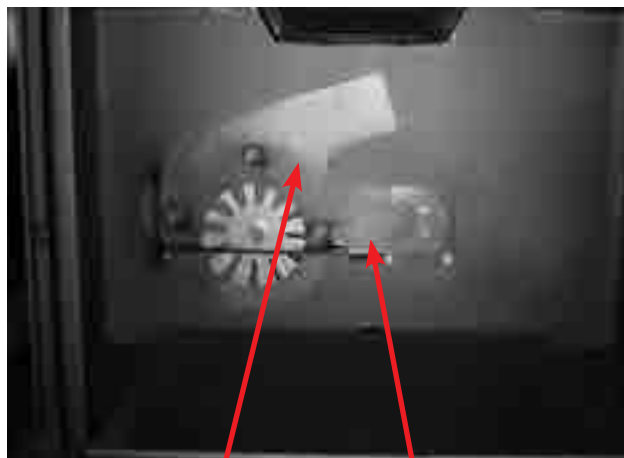
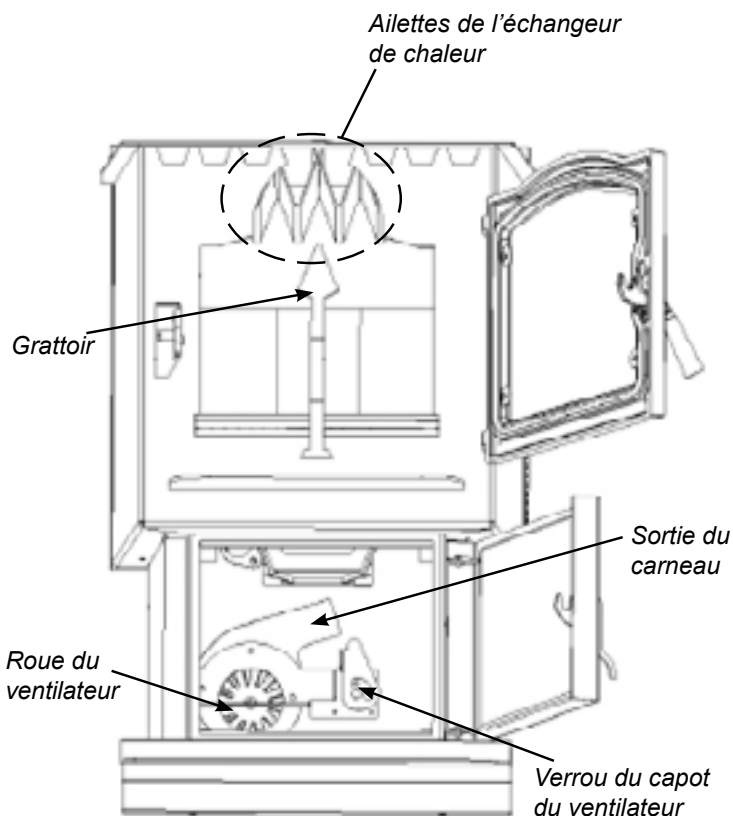

Fig. 26
Fig. 27
2. Nettoyez l'échangeur de chaleur avec un grattoir, comme illustré sur la figure 27.
7. Enlevez le capot du ventilateur de tirage. Pour ce faire, tournez verticalement le verrou qui le maintient en place (voir figure 26). Ensuite, faites glisser le capot hors de la rainure de gauche. Vous découvrirez ainsi la roue du ventilateur et la sortie du conduit de fumée (voir figure 27).
9. Utilisez une brosse pour nettoyer le carneau, en veillant à ne pas endommager la sonde ESP (voir figure 30). Le carneau va directement dans le conduit d'évacuation des gaz (figure 27), et, par conséquent, vous pouvez aussi le nettoyer dans une certaine mesure par la sortie du carneau.